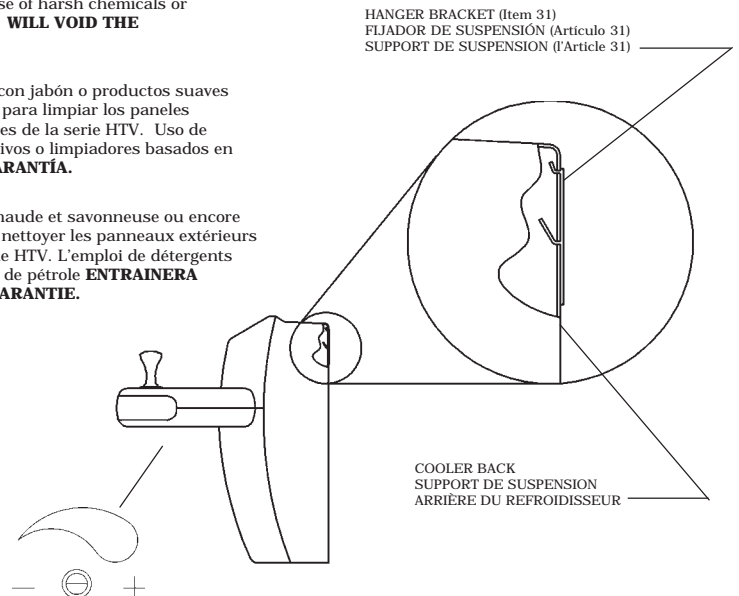
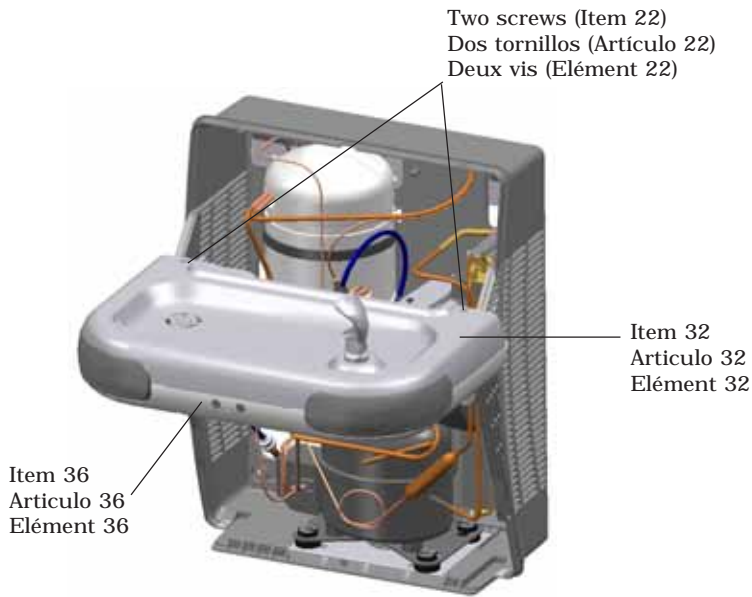
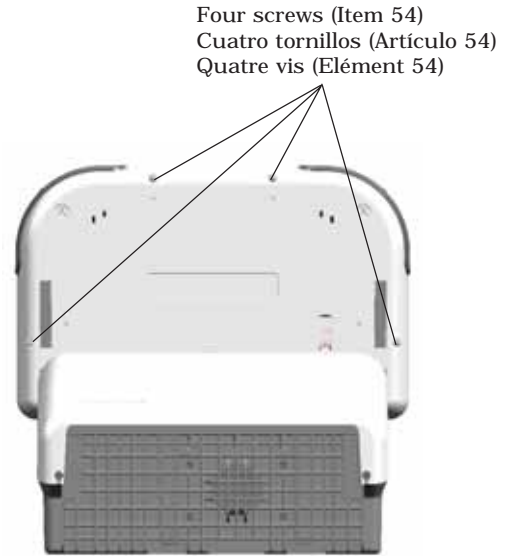
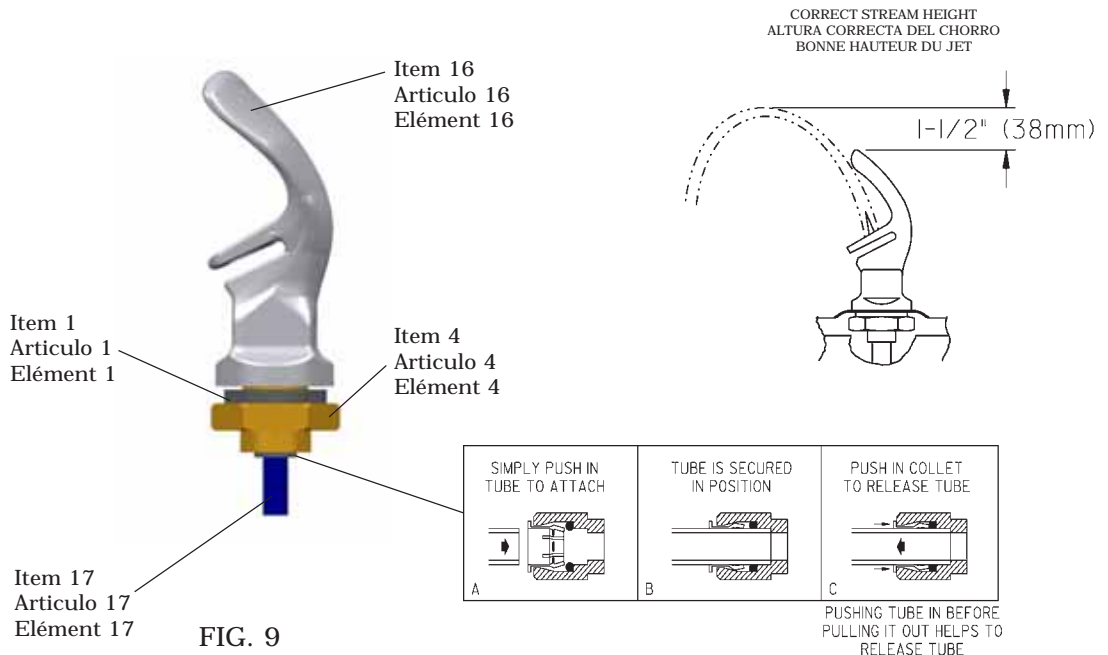

Fig. 3
FIG. 7
FIG. 8
FIG. 9
- 1) Remove the hanger bracket fastened to back of the cooler by removing one (1) screw.
- 2) Mount the hanger bracket as shown in Fig. 2 & Fig 3.
- NOTE:** Hanger Bracket MUST be supported securely. Add fixture support carrier if wall will not provide adequate support. Anchor hanger securely to wall using all six (6) 1/4 in. dia. mounting holes.
- 3) Hang the cooler on the hanger bracket. Be certain the hanger bracket is engaged properly in the slots on the cooler back as shown in Figure 3.
- 9) Stream height is factory set at 35 PSI. If supply pressure varies greatly from this, adjust screw located under dispenser bottom (Item 36). See Fig. 3. CW adjustment will raise stream and CCW adjustment will lower stream. For best adjustment, stream should be 1 1/2" above bubbler hood. (See Fig. 9)
- 1) Quita gancho paréntesis abrochó para apoyar de más fresco quitando uno (1) tornillo.
- 2) Monta el paréntesis de gancho como mostrado en la Fig. 2. & Fig 3.
- 9) La altura de la corriente es el conjunto de la fábrica en 35 PSI. Si la presión del suministro varía magníficamente de esto, ajusta el tornillo localizado bajo el fondo de dispenser (Artículo 36). Vea Fig. 3. El ajuste de CW levantará la corriente y el ajuste de CCW bajará la corriente. Para mejor ajuste, la corriente debe ser 1 1/2" encima de capucha de bubbler. (Vea Fig. 9)
- 1) Enlève le crochet de cintre a attaché pour soutenir de plus frais en enlevant celui (1) la vis.
- 2) Monter le crochet de cintre selon la Fig 2 & Fig 3.
- 3) Accrochez le refroidisseur au support de suspension. Vérifiez que le support de suspension est correctement inséré dans les fentes situées au dos du refroidisseur comme indiqué sur la Figure 3.
- 9) La hauteur de ruisseau est la série d'usine à 35 PSI. Si la pression de provision varie fort de ceci, ajuster la vis localisée sous le fond de distributeur (l'Article 36). Voir la fig. 3. L'ajustement de CW élèvera l'ajustement de ruisseau et CCW abaissera le ruisseau. Pour le meilleur ajustement, le ruisseau devrait être 1 1/2" au dessus du capuchon de bubbler. (Voir la fig. 9)
To remove the basin (Item 32), remove two screws (Item 22) on top of the basin (Shown in FIG. 7). Then remove the four screws (Item 54) located underneath the dispenser bottom (Item 36) as shown in FIG. 8. Finally pull polytube (Item 17) out of bubbler (Item 16) as shown in FIG. 9. and remove the basin.
Para retirar el estaque (Artículo 32), desmonte los dos tornillos (Artículo 22) de la parte superior del estaque (como se muestra en la Fig. 7). Desmonte luego los cuatro tornillos (Artículo 54) situados debajo de la parte inferior del expendedor (Artículo 36) como se muestra en la Fig. 8. Finalmente, tire de la tubería de polietileno (Artículo 17) para extraerla del grifo (Artículo 16) tal como se muestra en la Fig. 9. y retire el estaque.
Pour retirer le bassin (Élément 32), retirez les deux vis (Élément 22) situés au sommet du bassin (voir Figure 7). Puis retirez les quatre vis (Élément 54) situées sous le distributeur (Élément 36) comme indiqué dans la Figure 8. Enfin tirez le tube poteau (Élément 17) hors du barboteur (Élément 16) comme indiqué sur la Figure 9, puis retirez le bassin.